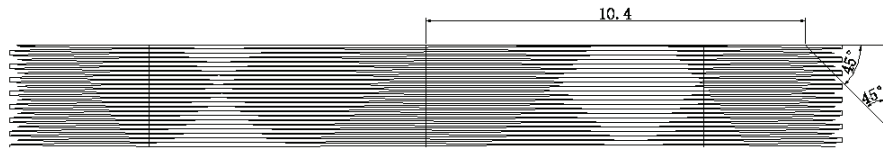

图 10-75 绘制截面轮廓
⑦ 在命令行输入“UCS”命令, 将坐标系恢复。
⑧ 选择菜单栏中的“视图”→“三维视图”→“左视”命令, 将视图切换到左视图。
⑨ 单击“绘图”工具栏中的“直线”按钮, 绘制图 10-75 所示的图形。